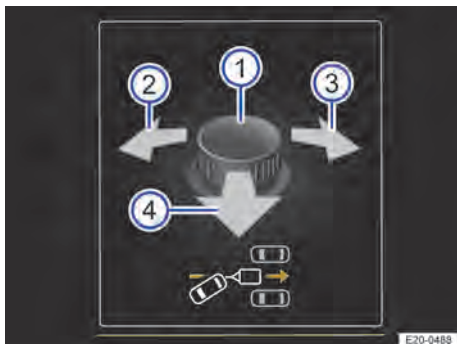
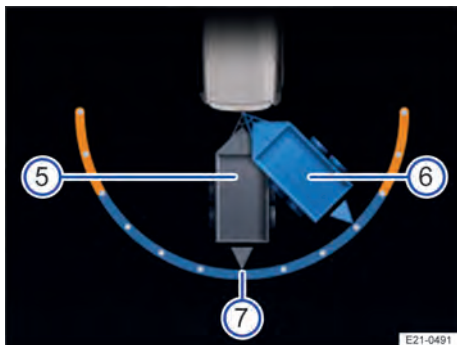

Abb. 137 Im Display des Kombi-Instruments: Winkelseinstellung des Anhängers über den Drehknopf für die Außenspiegel bedienen.
Abb. 138 Im Display des Kombi-Instruments: Einstellung der Fahrtrichtung des Anhängers.
4. Drehknopf kippen, bis die gewünschte Richtung erreicht ist → Abb. 137 ❶. Im Display des Kombi-Instruments erscheint zur Orientierung eine Darstellung des Gespanns in der aktuellen Position → Abb. 138 ❺.
6. Mit dem Drehknopf den Winkel ggf. korrigieren → Abb. 137 ❶.
7. Drehknopf nach links ❷ oder rechts ❸ drehen, um die Fahrtrichtung zu bestimmen.
8. Drehknopf nach hinten ziehen ❹.